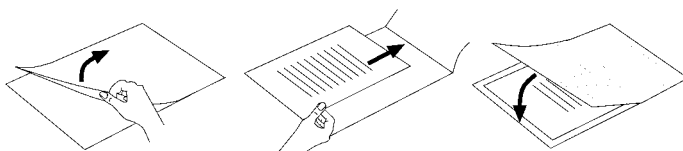

Bild 2
- ▶ Var noga med att bara använda en plastficka åt gången när du laminerar. Vik ut den först, så som visas t ex på bild 2.